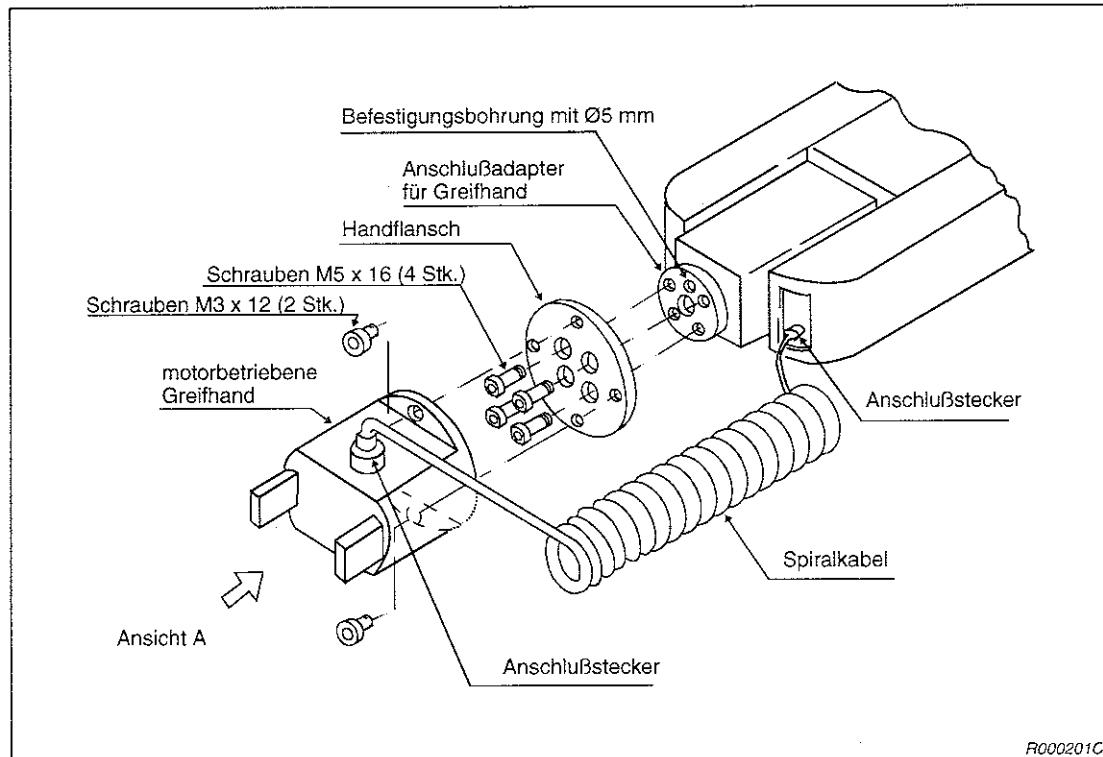

Abb. 2-13: Montage und Anschluß der motorbetriebenen Greifhand
In Abbildung 2-13 wird die Montage der motorbetriebenen Greifhand gezeigt.
- ③ Schließen Sie das Spiralkabel der Greifhand entsprechend Abbildung 2-13 an.
- ④ Überprüfen Sie, ob das Kabel die Bewegung des Handneigungsgelenkes nicht blockiert.